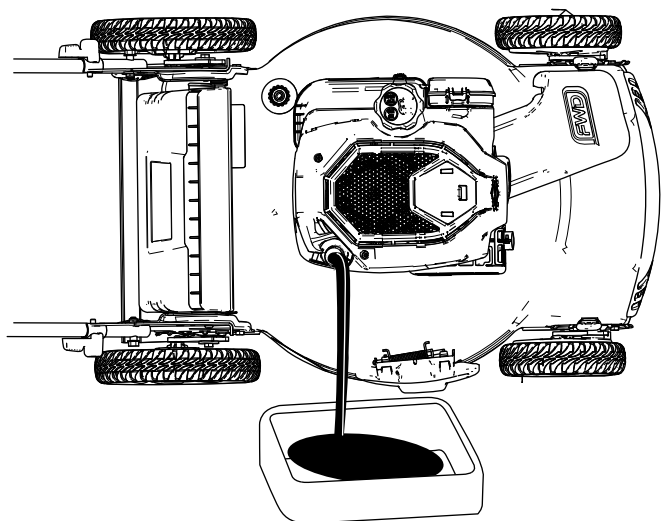

Figure 27
4. Basculez la machine sur le côté (filtre à air en haut) pour vidanger l'huile usagée par le tube de remplissage (Figure 27).